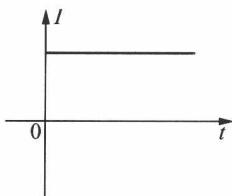

图 1-14 直流电
① 直流:大小和方向都不随时间变化的电流,称为直流电(DC),用“*I*”表示波形,如图1-14所示。